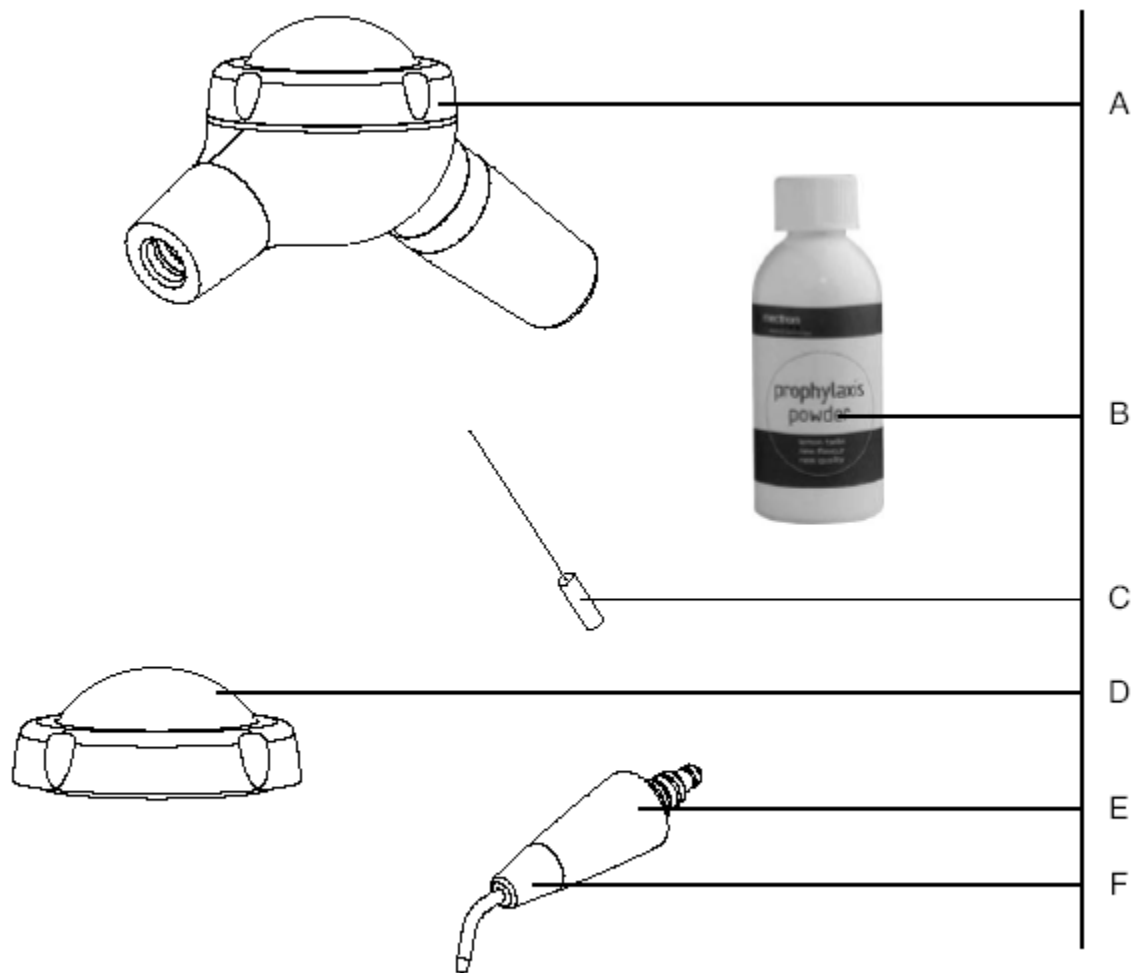
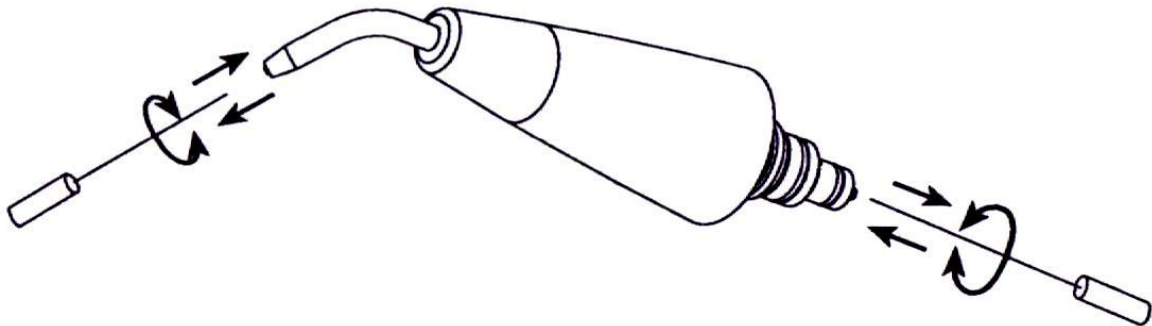

Fig. 2
Fig. 5
1. Корпус аппарата (см. рис.2 - Ref.A).
2. Профилактический порошок (см. рис.2 - Ref.B);
3. Иголka для чистки пескоструйного наконечника (см. рис.2 - Ref.C).
4. Запасная крышка резервуара Easy jet (см. рис.2 - Ref.D);
5. Головка наконечника (см. рис.2 - Ref.E);
6. Колпачок насадки (рис.2 - Ref.F)
2. Пользуйтесь иглами, поставляемыми с прибором, для очистки каналов от остатков порошка (см. рис.2 - Ref.C), делайте так, как указано на (Fig.5). Продуйте сжатым воздухом центральное отверстие пескоструйного носика с двух концов при помощи шприца.
Предостережение: прочищайте канал сопла, используя только иглу, входящую в комплект поставки аппарата (см. рис.2 - Ref.D).
1. Головка наконечника (см. рис.2 - Ref.E).
2. Иглы для чистки пескоструйного носика (см. рис.2 - Ref.C).
2. Очистите канал от остатков порошка при помощи иглы, входящей в стандартную поставку (см. рис.2 - Ref.C) как показано на рисунке (см. рис.5). С двух сторон продуйте отверстия пескоструйного носика сжатым воздухом.
1. Если воздушный коридор пескоструйного носика засорился, достаточно только выключить аппарат на несколько секунд и с помощью иглы для чистки, входящей в комплект поставки, очистить канал от остатков порошка (см. рис. 5). Если засор пескоструйного носика произошел вследствие применения очень жесткой воды, рекомендуется опустить его на несколько минут в 2% раствор соляной кислоты.